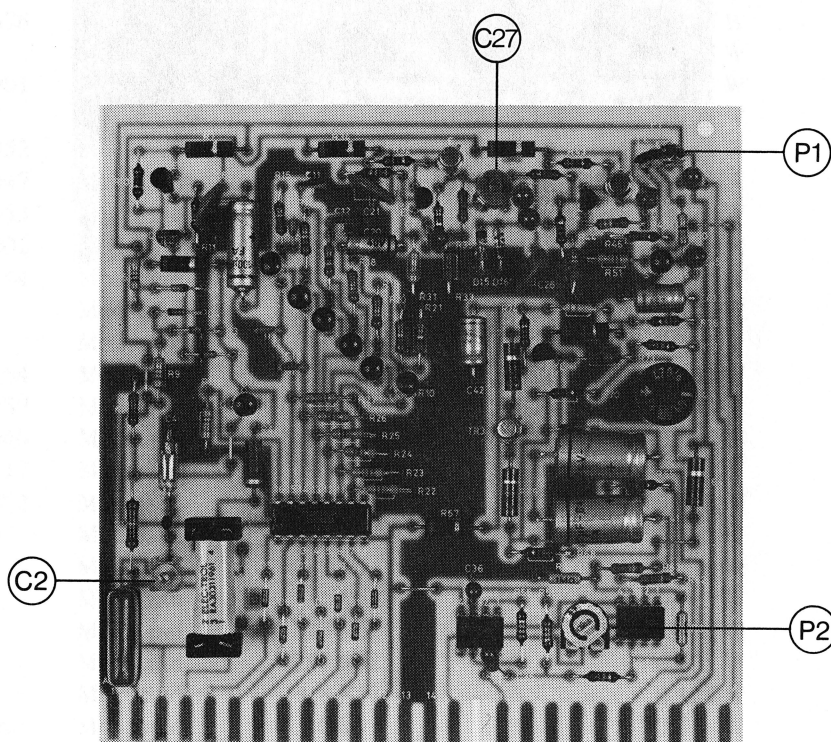

Fig. 6. Justering af følsomhed og frekvensgang.
3. En 1 KHz-sinusspænding på 100 mV (kontrolleres med digitalvoltmeteret) tilsluttes indgangsklemmerne. Drejespoleinstrumentet justeres til fuldt udslag ("0 dB" på dB-skalaen) med potentiometeret P1, fig. 6.